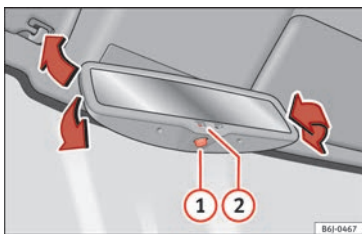

Abb. 17
Automatische Abblendung aktivieren: Drücken Sie die Taste ① » Abb. 17. Die Kontrollleuchte ② leuchtet auf und der Spiegel wird bei Lichteinfall abgeblendet.
Automatische Abblendung deaktivieren: Drücken Sie die Taste ① » Abb. 17. Die Kontrollleuchte ② erlischt.